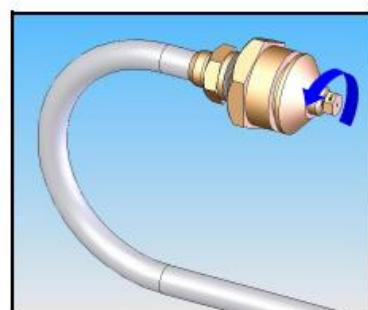

Figure 5
- Bauen Sie die vorhandene Drückdüse (Injektor) aus und setzen Sie die für das Gassystem geeignete neue Drückdüse (Injektor) dafür ein (Bild 5.)